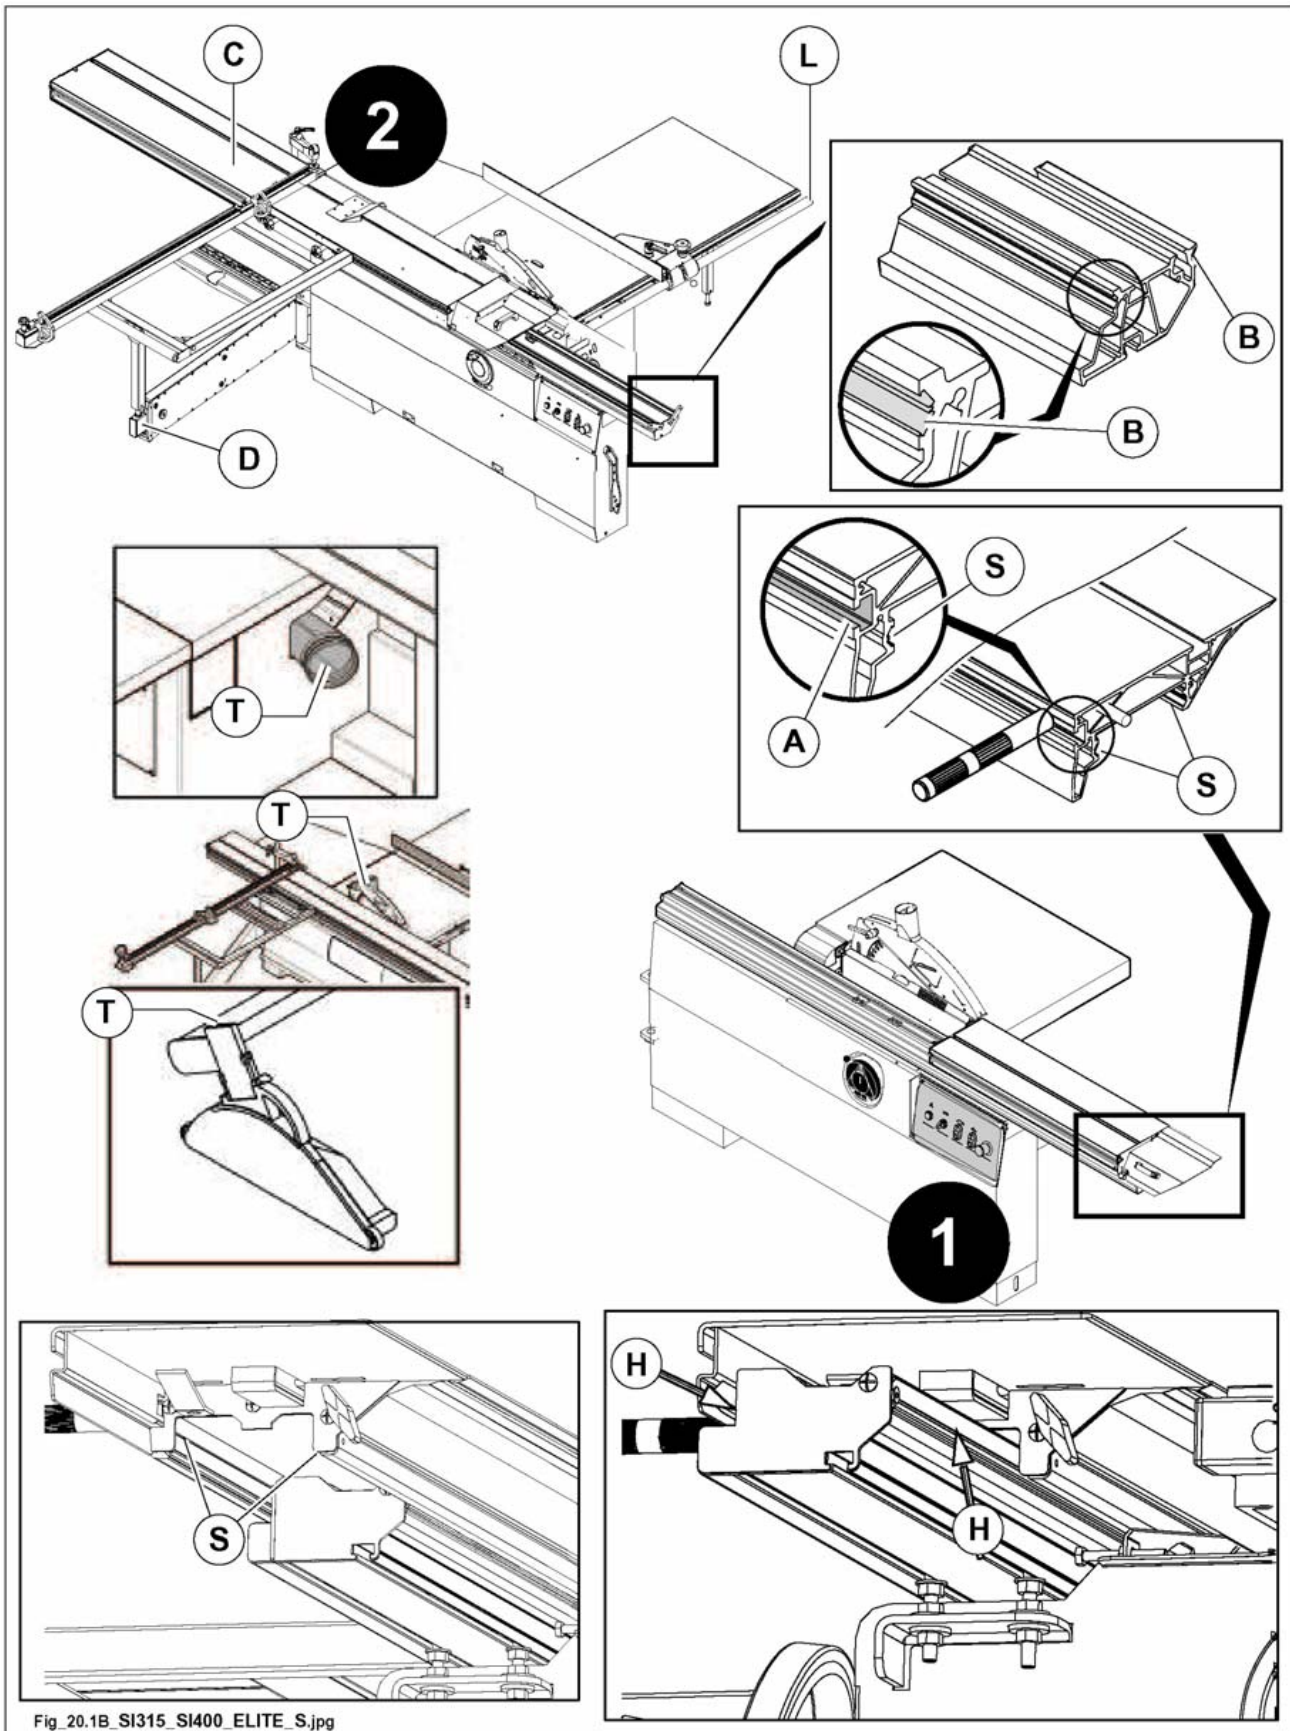

Abb. 20.1B
- Absaughauben (T Abb. 20.1B) durch Prüfen, dass keine Verstopfungen bestehen.
- Bei Schiebetisch in Position 1 (ganz an Aufgabeseite) Abb. 20.1B, dann in Position 2 (ganz an Ausgabeseite) seine unteren Gleitschienen und insbesondere die von Pfeilen angezeigten Stellen (H Abb. 20.1B) für eine 15 cm Tiefe.
- Stange (L Abb. 20.1B) des Anschlages für Parallelschnitte.
- Gleitschienen (S Abb. 20.1B) des Schiebetisches und Führungen (B Abb. 20.1B) der Schiene.
- Verlängerung (D Abb. 20.1B) des Schwenkarmes.
- Gleitnute (C Abb. 20.1B), Besäum-Klemmschuh und Spannarm reinigen: zu diesem Zweck einen mit nicht gefährlichem Lösungsmittel getränkten Pinsel verwenden.
- die Gleitschiene des Schiebetisches (S Abb. 20.1B) und der Schiene (B Abb. 20.1B).